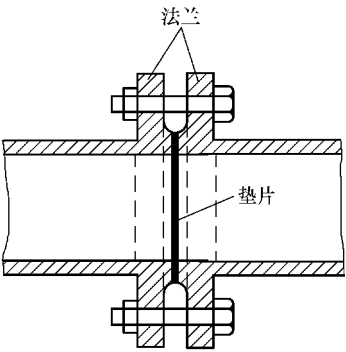

图 5-6 排水法兰铸铁管的连接
1) 排水铸铁的连接方式：承插式（如油麻—石棉水泥接口连接或胶圈—石棉水泥接口连接、油麻—膨胀水泥接口连接或胶圈—膨胀水泥接口连接、油麻—铅接口连接或胶圈—铅接口接等）和法兰式两种。如表 5-14 所示，是最常用的承插式连接。如图 5-6 所示，是排水铸铁法兰式连接示意图。